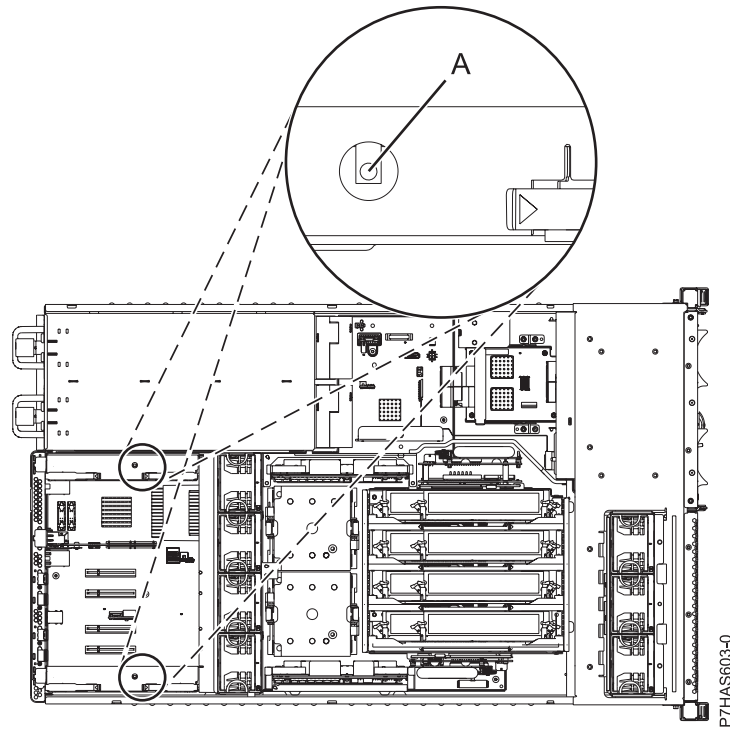

Figure 4. Voyants de l'adaptateur GX
La figure 4, à la page 7 représente les voyants (A) associés aux adaptateurs GX.